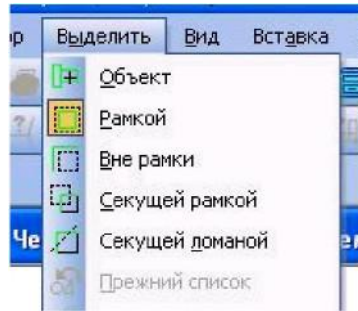

Рис. 1.20. - Выпадающее меню **Выделить**
2) в появившемся меню (рис. 1.20) выбрать пункт **Рамкой**;